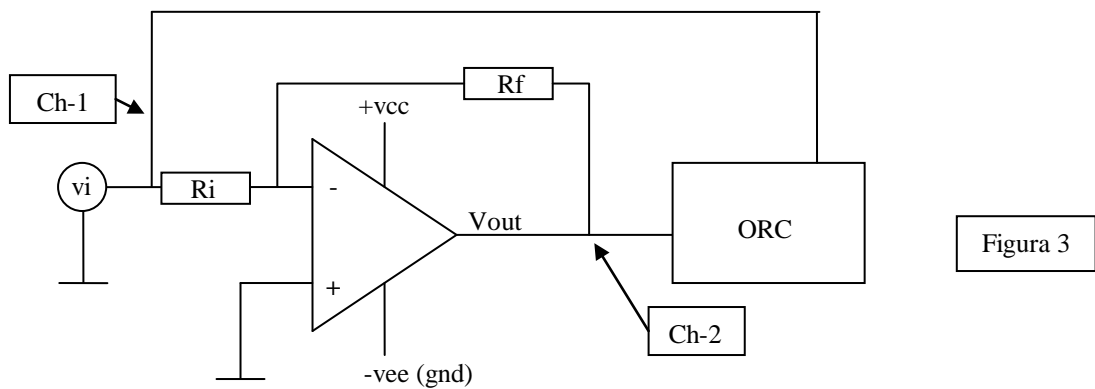

Figura 3
1. Armar el circuito de la figura 3